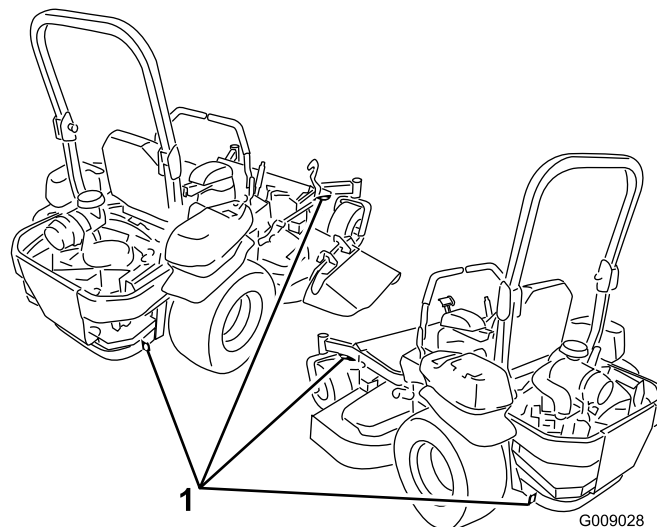

Figura 39
5. Utilice los bucles metálicos de amarre de la máquina para sujetar la máquina firmemente al remolque o al camión con correas, cadenas, cables o cuerdas (Figura 39).